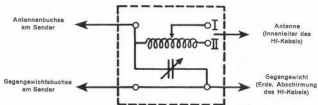

Bild 11 Schaltung des Anpassungsgerätes
- Es dient dazu, die genannten Antennen elektrisch so an den Leistungskreis des Senders anzupassen, dass sie mit dem Antennenvariometer über den ganzen Frequenzbereich auf Resonanz abgestimmt werden können. (Verwendung im Einzelnen und Schaltungen siehe Ziff. 63 und Bild 11.)